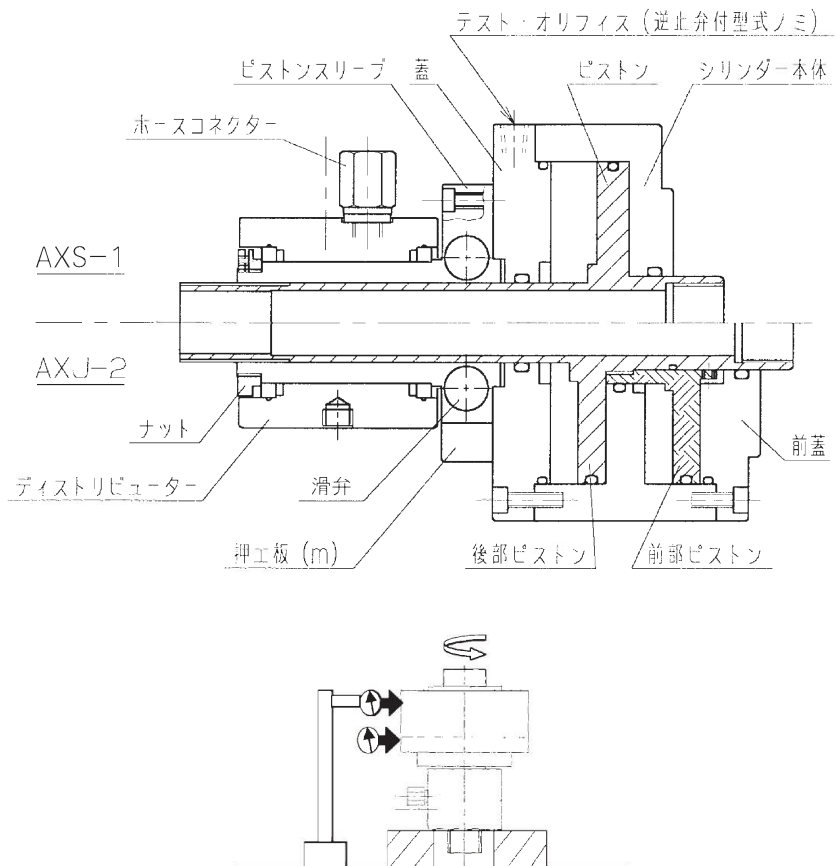

Fig 5
- 2) シリンダー本体とピストンスリーブとシリンダー蓋のとの合わせ部にマーカ等で合いマークを付け、ディストリビューターを基準（下にして治具台にのせる）にし、シリンダー本体とピストンスリーブとシリンダー蓋の振れ数値を確認・記録して下さい。(Fig 5 参照)